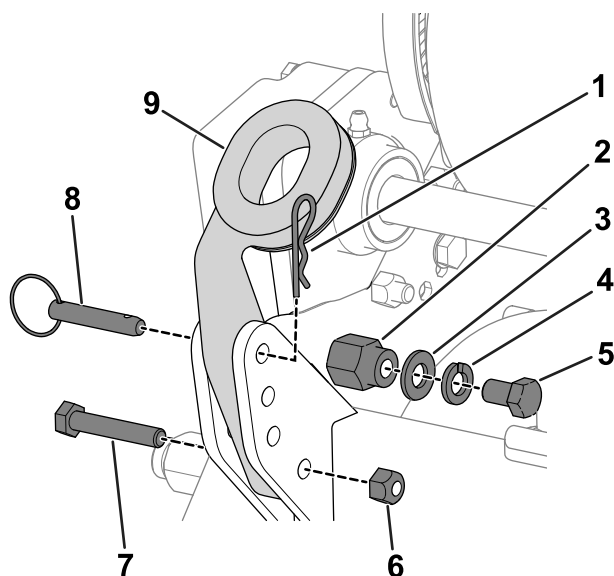

Figura 3
1. Rimuovete i bulloni (5/16"), i dadi di bloccaggio, i perni ad anello e le coppiglie che fissano la base dei bracci della stegola su ciascun lato della macchina (Figura 3).
2. Togliete i bulloni (5/16"), le rondelle e le rondelle di bloccaggio dai perni di montaggio che si trovano su ciascun lato della macchina (Figura 3).
3. Inserite le estremità della stegola nei fori dei bracci della stegola, ed allineate i fori con i perni di montaggio (Figura 3).
6. Utilizzate i bulloni (5/16"), i dadi di bloccaggio, le coppiglie e i perni ad anello rimossi in precedenza per fissare la base dei bracci della stegola sul retro del telaio (Figura 3).